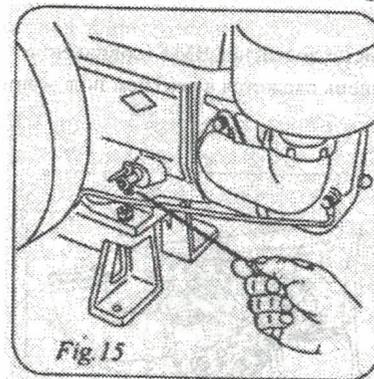

Рис. 15
4. Зимой необходимо сливать всю воду. Промывайте сливной кран регулярно, чтобы удалить всю грязь (рис. 15).